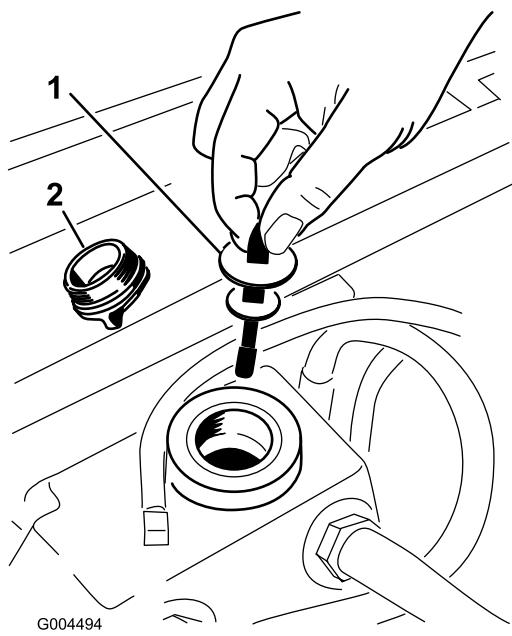

Figura 68
- Retire o tampão de enchimento hidráulico (Figura 68) do tubo de enchimento.
4. Retire a vareta e limpe-a com um pano limpo (Figura 68).
5. Coloque a vareta no tubo de enchimento, retire-a e verifique o nível de fluido (Figura 68).